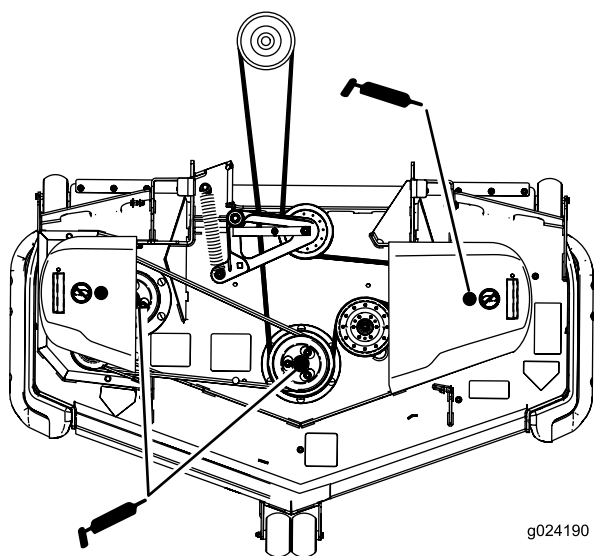

Figura 39
5. Lubrificate il perno della puleggia tendicinghia del piatto di taglio finché non fuoriesce grasso dalla parte inferiore (Figura 39).
6. Ingrassate i 3 cuscinetti del fusello finché il grasso non fuoriesce dalle guarnizioni inferiori (Figura 39).
8. Lubrificate il braccio di rinvio della cinghia di trasmissione (Figura 39).